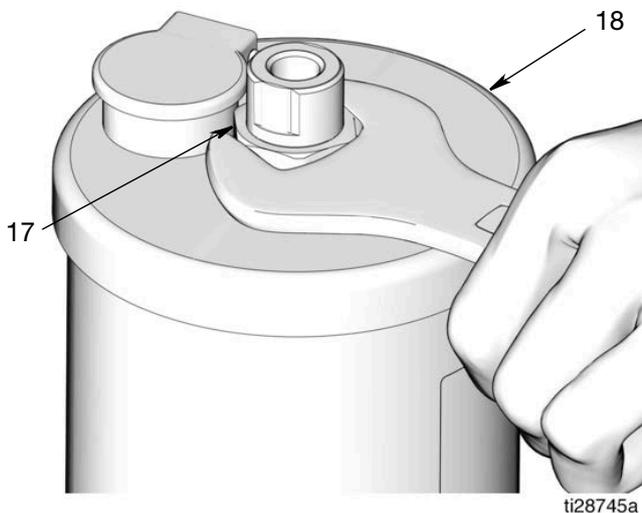

FIG. 14
9. Juntas del depósito (10)
Utilice una llave para aflojar y desmontar la tuerca (17) de la tapa del depósito (18) (FIG. 14).